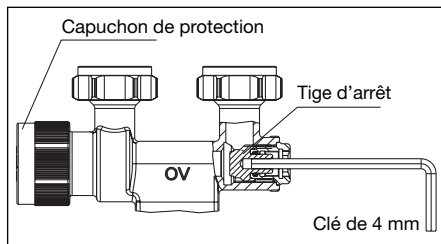

Fig. 6 Fermeture
4. Fermez la tige d'arrêt à l'aide d'une clé à six pans de 4 mm en la tournant vers la droite (voir fig. 6).
2. Ouvrir la tige d'arrêt en la tournant vers la gauche jusqu'en butée à l'aide d'une clé à six pans de 4 mm (voir fig. 6). Purger le radiateur.